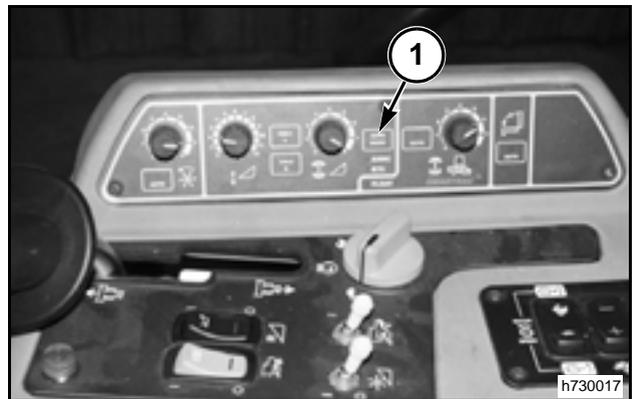

FIG. 98
FIG. 98: Para seleccionar el modo manual de operación, presionar y sostener la tecla de modo automático (1) hasta que todos los LEDs están apagados. Cuando el sistema estuviere en modo manual, la altura de operación del cabezal no cambiará en respuesta a las señales de los sensores del cabezal.